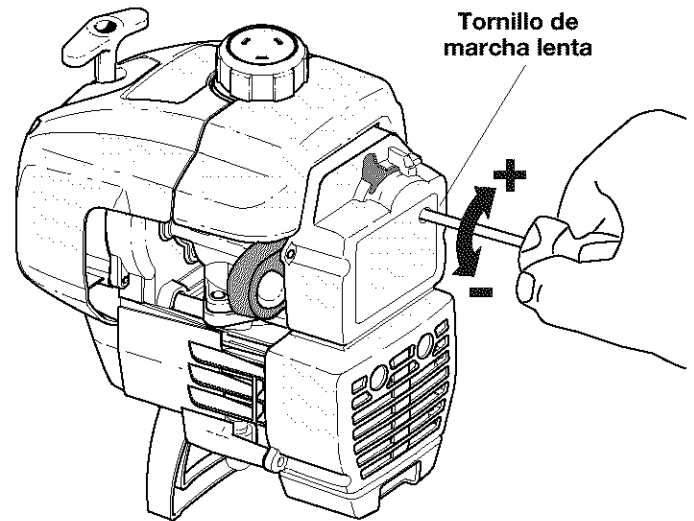

Fig. 35
La velocidad lenta del motor puede ser ajustada por la cubierta del silenciador / filtro de aire (Fig. 35).
2. Suelte el gatillo del regulador y deje que el motor funcione en marcha lenta. Si el motor se para, inserte un pequeño destornillador Phillips o de vástago plano en el orificio de la cubierta del silenciador / filtro de aire (Fig. 35). Gire el tornillo de marcha lenta en sentido horario, de a 1/8 de vuelta por vez (según sea necesario) hasta que el motor funcione en mínima.